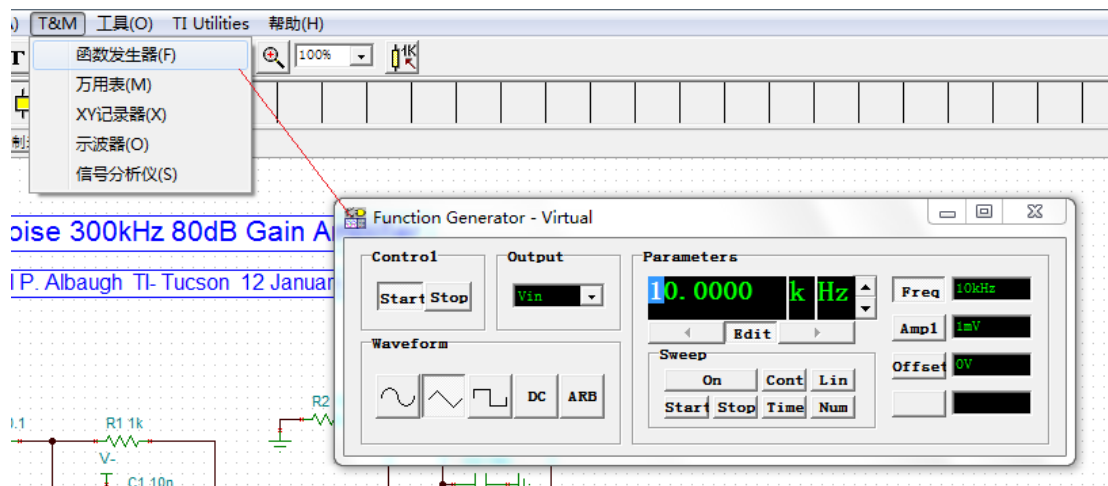

图 21 函数发生器
- 1) 点击菜单 T&M，选择函数发生器来打开，界面如图 21 所示。